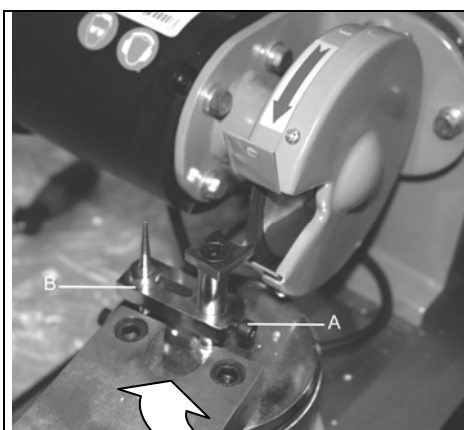

Fig. 9A
**Attention :** Pour pouvoir tourner le chariot à la position correcte pour l'affûtage des arêtes en toit, il est nécessaire de tourner l'aiguille de butée vers le moteur (fig. 9A)
Pour cela, il est nécessaire de desserrer la vis hexagonale (fig. 9A-A) et de tourner l'aiguille de butée vers le moteur !